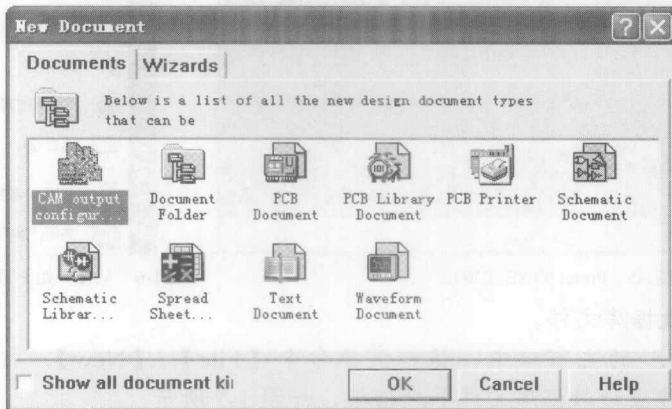

图1-10 新建设计文件
- (2) 执行菜单命令 **【File】 / 【New...】**，打开 **【New Document】**（新建设计文件）对话框，如图 1-10 所示。